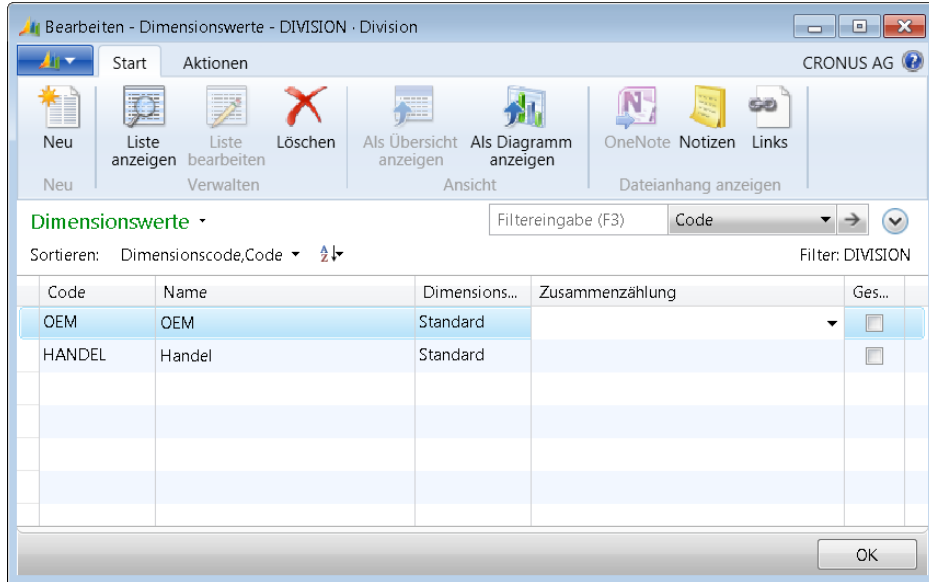

Abbildung 9.5 Erfassen der Dimensionswerte zur neuen Dimension
4. Zur Festlegung der Dimensionswerte klicken Sie im Menüband auf die Schaltfläche *Dimensionswerte*. Im Dimensionswerte-Fenster erfassen Sie dann je eine Zeile für den Dimensionswert »OEM« und »HANDEL« entsprechend der Abbildung 9.5. In der Spalte *Dimensionswertart* belassen Sie den Vorschlagswert »Standard«.